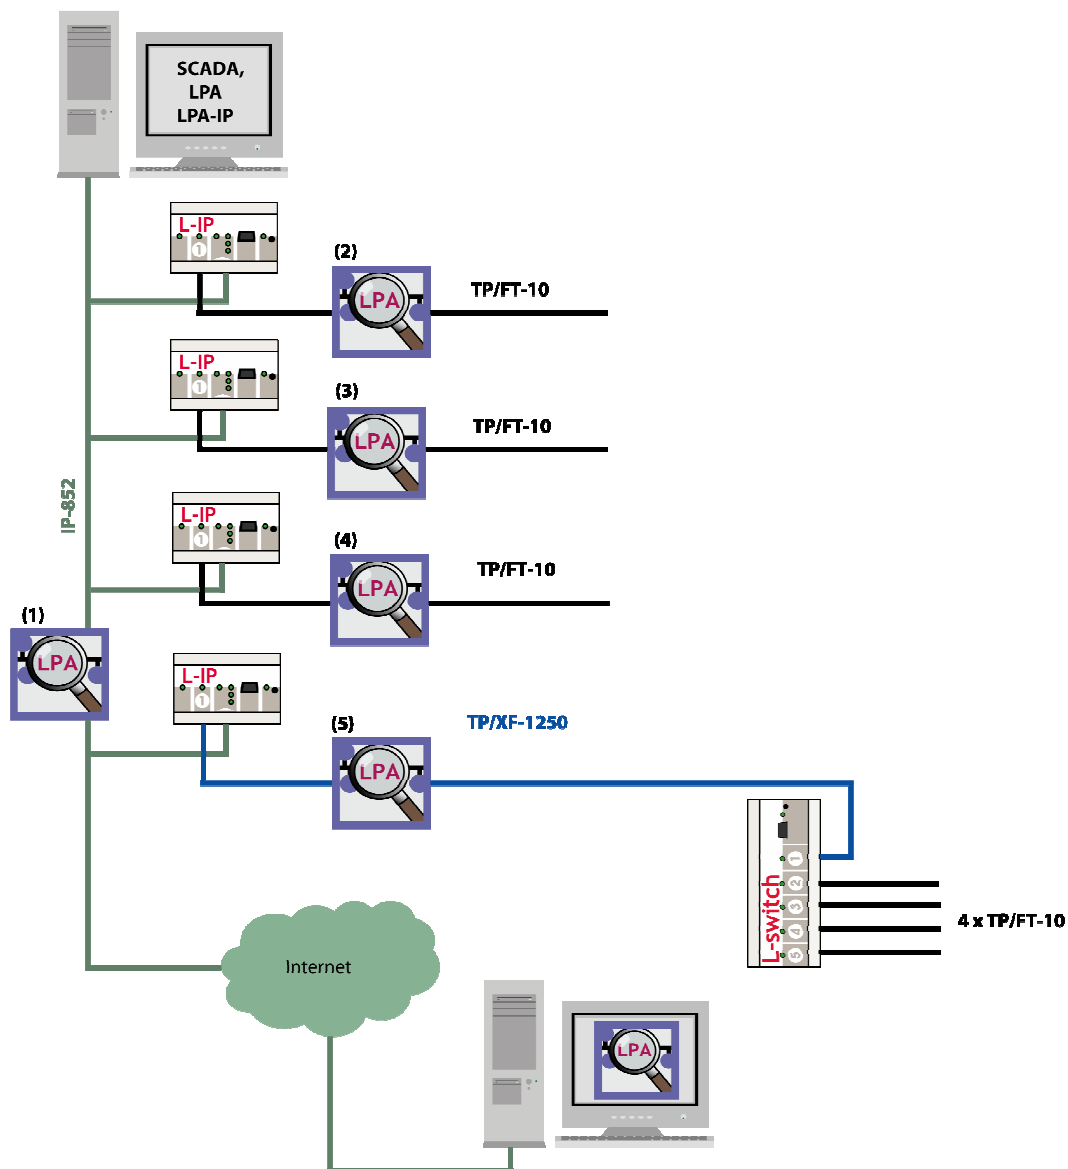

Abbildung 20: Fernanalyse mit dem LPA und LPA-IP.
Abbildung 20 zeigt die unterschiedlichen Möglichkeiten für eine Fernanalyse von Netzwerken. Die LPA-IP Software kann sowohl den Verkehr auf einem IP-852 Kanal (1), als auch den Datenverkehr hinter den L-IP Routern liegender Kanäle aufzeichnen (2,3,4,5).